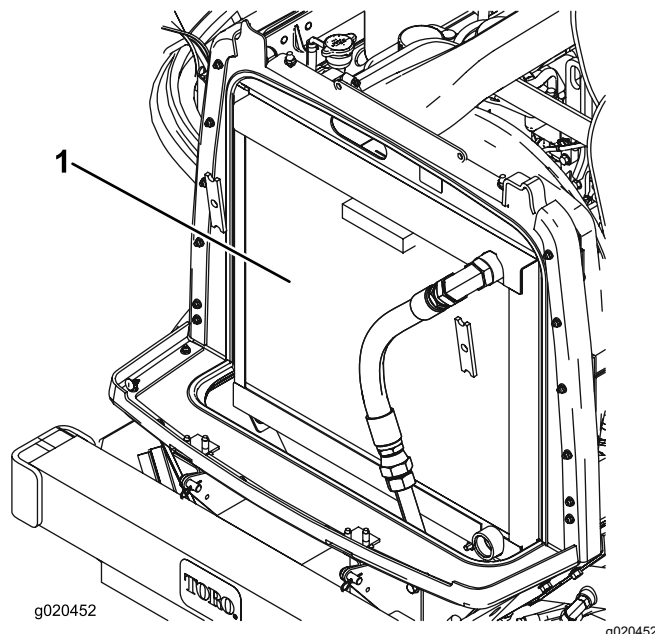

Figura 73
3. Limpie a fondo ambos lados de la zona del radiador/enfriador de aceite con aire comprimido (Figura 73).